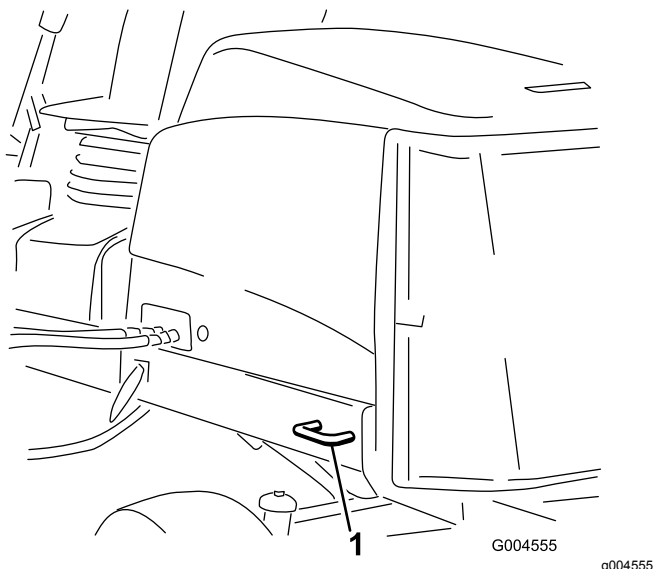

Figura 44
- Detrás—en cada lado de la máquina, en el bastidor trasero (Figura 44).